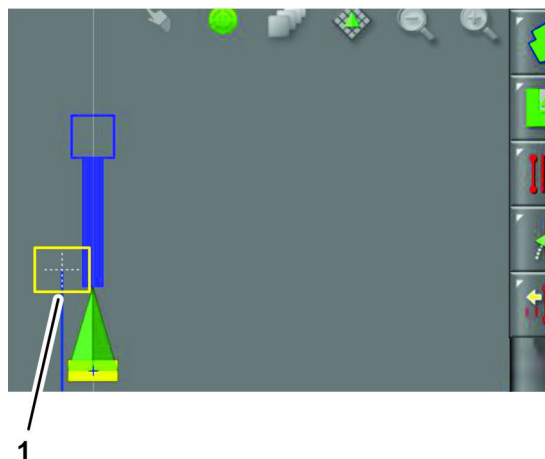

Figura 201
- En el cuadro de diálogo Compensación del perímetro, pulse el icono Confirmar (Figura 201).
Nota: El punto de registro del perímetro marcado en la pantalla se actualiza (Figura 201).